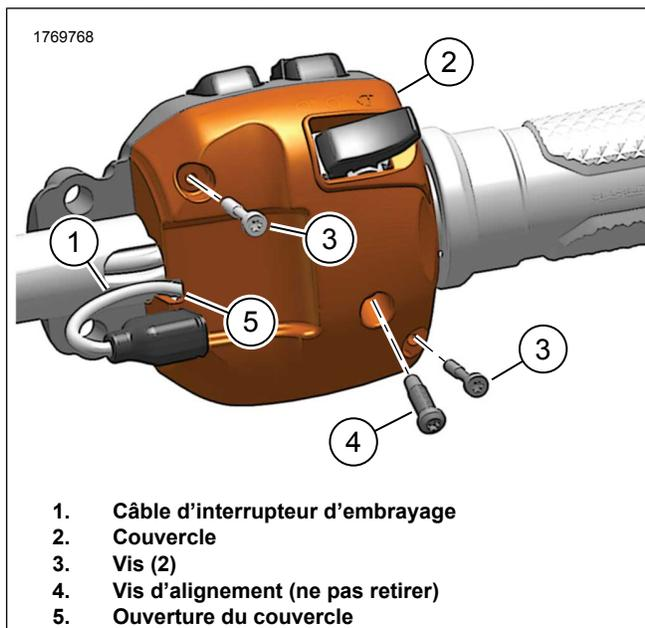
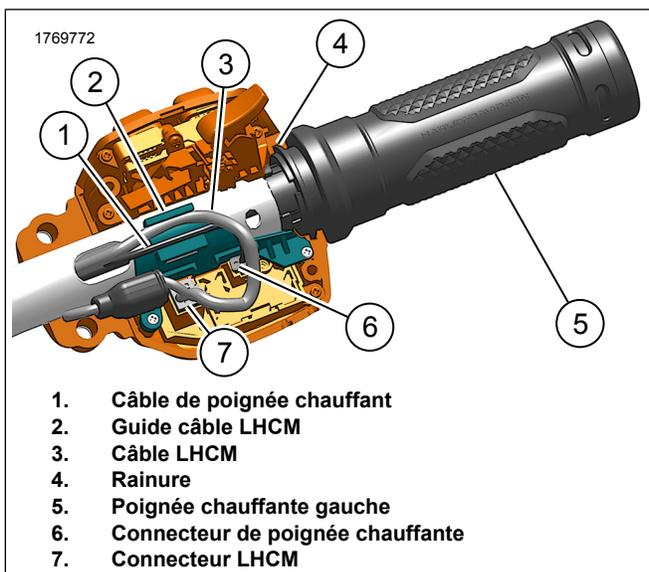
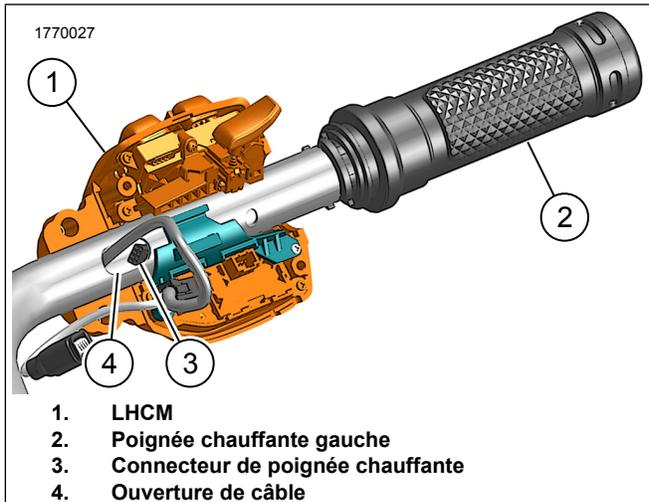

Figure 5. Couvercle du LHCM
Figure 6. Connexions du LHCM
Figure 7. Dépose/pose de la poignée gauche
2. Figure 5 Déposer le couvercle de LHCM .
- a. Déposer les vis (3).
- b. Déposer le couvercle (2).
3. Figure 6 Débrancher les connecteurs.
- a. Débrancher le connecteur LHCM (7).
- b. Débrancher le connecteur de la poignée chauffante (6).
- c. Retirer les câbles (1, 3) du guide câble du LHCM (2).
4. Figure 7 Retirer la poignée chauffante gauche (2) en passant le connecteur de la poignée chauffante (3) par l'ouverture du câble (4).
5. Déposer le LHCM (1).
- a. Passer le câble de poignée chauffante à travers le guidon tout en guidant la poignée chauffante gauche (2).
- b. Tirer le connecteur chauffant de la poignée (3) en le sortant par l'ouverture du câble (4).
- c. Figure 6 Installer la lèvre de la poignée (4) sur le LHCM .
2. Figure 7 Installer LHCM (1) sur le guidon.
3. Figure 6 Brancher les connecteurs.
- a. Connecter le connecteur de poignée chauffant (6).
- b. Passer le câble (3) du LHCM sur le guide câble de LHCM (2).
- c. Brancher le connecteur LHCM (7).
4. Installer le couvercle de Figure 5 .
- a. Faire passer le câble de l'interrupteur d'embrayage (1) par l'ouverture du couvercle (5).
LHCM et la poignée ne vont pas ensemble à moins d'être pré-assemblés comme représenté dans Figure 6.